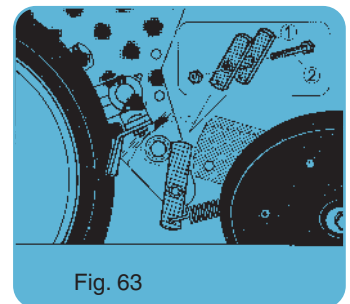

Fig. 63
(Au minimum il faut 1 entretoise en H ① (fig. 63), réf. 7262a, 1 vis H M 10 x 120, 1 écrou H M 10).
Après avoir enlevé la roue de plombage et son cadre, remettre en place les 2 ressorts, du bloc arrière avec l'entretoise en H ① (fig. 63), montée avec la vis H M 10 x 120 plus l'écrou H M 10.
(a minimum of 1 H spacer ① (fig. 63) ref 7262a, 1 HM 10 x 120 screw, 1 HM 10 nut).
After having removed the press wheel and its frame, put back in place the 2 springs, the rear unit with the H spacer ① (fig. 63), assembled with the HM 10 x 120 and the HM 10 nut.